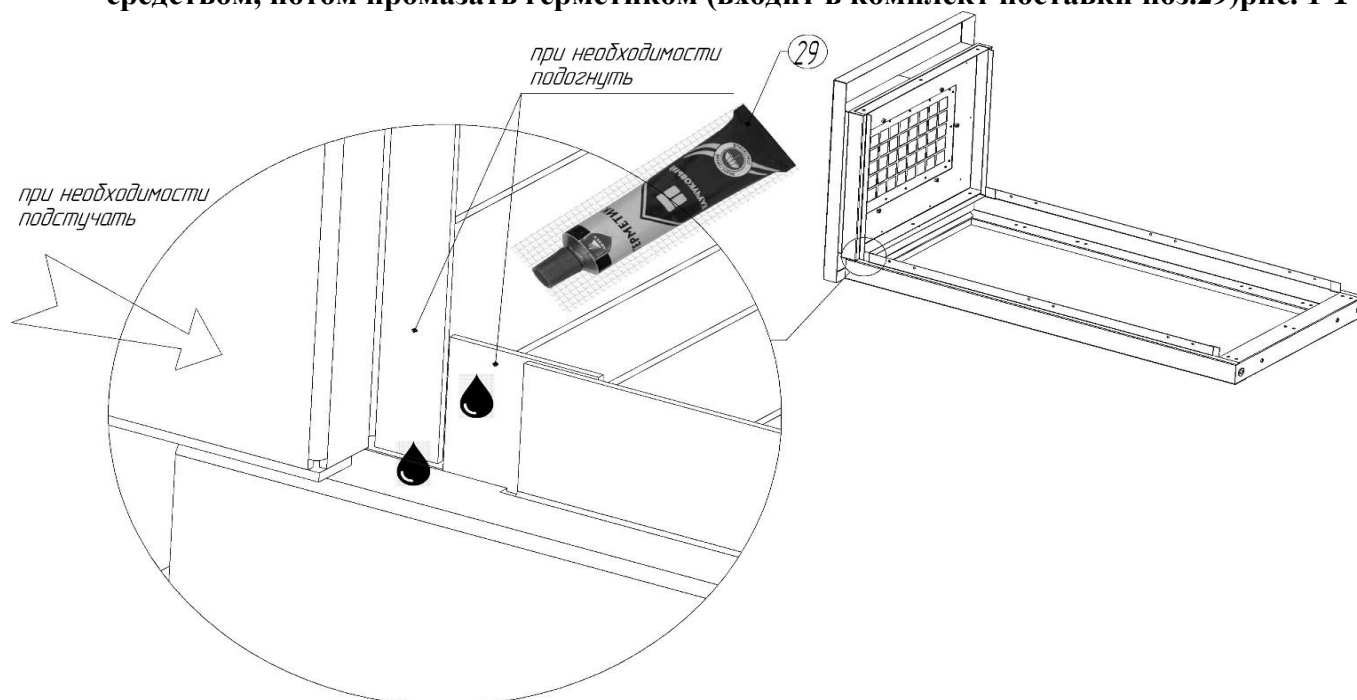

Рис. 1-1
**ВАЖНО:** для обеспечения герметичности шкафа крыша, рамы и дно соединяются плотно. При необходимости ребра рамок, крыши и дна подогнуть. Посадку осуществлять легким постукиванием деревянным или резиновым молоточком. Места стыков крыши, дна и рамок обезжирить растворителем или другим спец средством, потом промазать герметиком (входит в комплект поставки поз.29)рис. 1-1